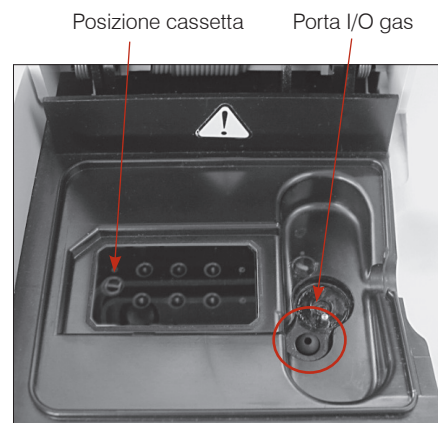

Figura 27. Interno della camera di misurazione del campione
7. Aprire il coperchio della SMC. Rimuovere il blocco nero della porta I/O del gas (Figura 27) afferrandolo con un emostato o delle pinzette e tirandolo saldamente verso l'alto. Smaltire la vecchia tenuta della porta I/O del gas.